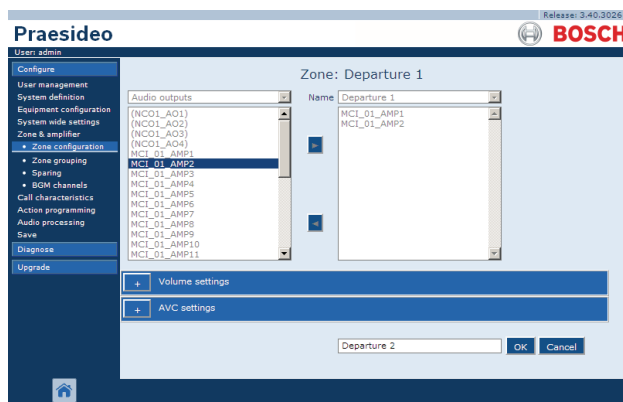

figura 46.4: Agregar zona, paso 2
- haga clic en el botón *Add* e introduzca un nombre a la zona nueva en el cuadro de texto que hay en la parte inferior de la página. Por ejemplo, *Departure 2* (consulte figura 46.4). Puede constar de hasta 16 caracteres.